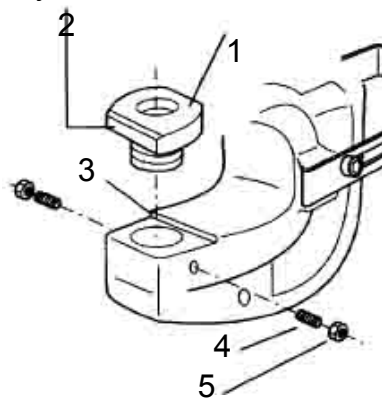

Рис.6
- вставьте матрицу в нижнюю часть пресс-перфоратора, так чтобы выдавленная насечка размера матрицы была видна, с другой стороны следите, чтобы матрица встала четко в паз (см. рис.6);